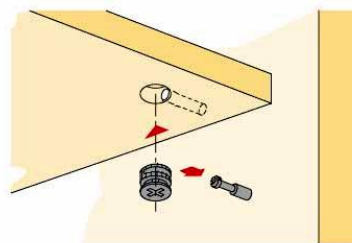

Рис.2 Схема установки эксцентрика
4. Закрепить к полученной конструкции детали 12 и 13 на эксцентриковые стяжки В (см. рис. 2);